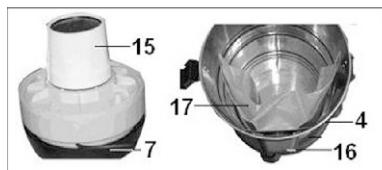

Рис.4
Разблокируйте паз замка (11) с обеих сторон пылесоса и за ручку (10) снимите секцию электродвигателя (7). В зависимости от вида уборки, установите соответствующий фильтр. Для сухой уборки (без всасывания воды) на корпус фильтра (13) установите фильтр складчатый бумажный (14) или фильтр полипропиленовый (15). Так же при сухой уборке с внутренней стороны бака (4) на гнездо (16) установите фильтр-мешок бумажный (17). (Рис.4) Всегда следите за заполнением мешка (17) и заменяйте его по мере наполнения.
При влажной уборке (всасывание воды) разрешается устанавливать только фильтр полипропиленовый (15) (Рис.4).
Вода всасывается и накапливается в баке (4) (Рис.2). Как только уровень воды в баке (4) превысил максимально допустимое значение, предохранительный клапан (12) (Рис.4) перекрывает всасывающее отверстие, и всасывание прекращается. Это можно понять по изменению звука работающего пылесоса. При этом, немедленно выключите пылесос. После работы всегда сливайте воду из бака (4) (Рис.2), просушивайте пылесос. Перед работой всегда проверяйте (при отсоединенном шнуре питания от розетки электросети) предохранительный клапан (12) на свободное перемещение в корпусе фильтра (13) (Рис.4).
- Не дожидайтесь полного заполнение бумажного фильтр-мешка (17) (Рис.4), меняйте его по мере заполнения. Чрезмерное заполнение мешка ведет к снижению производительности пылесоса, поэтому контролируйте заполнение фильтр-мешка (17), учитывая свойства всасываемого мусора;
- Снять и промыть чистой водой фильтр полиуретановый (15) (Рис.4), после чего обязательно высушить его;